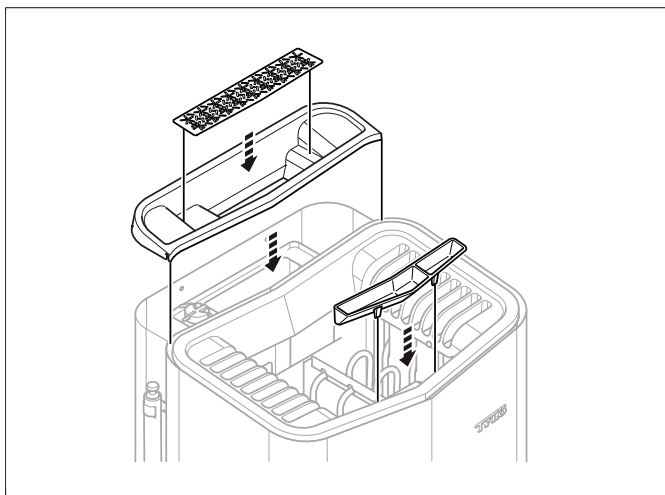

Abb. 13: Anbringen von Wassertankabdeckung, Kräutersieb und Duftbehälter/Luftbefeuchter
11. Bringen Sie Wassertankabdeckung, Kräutersieb und Duftbehälter/Luftbefeuchter an, siehe **Abb. 13**, Seite 6.